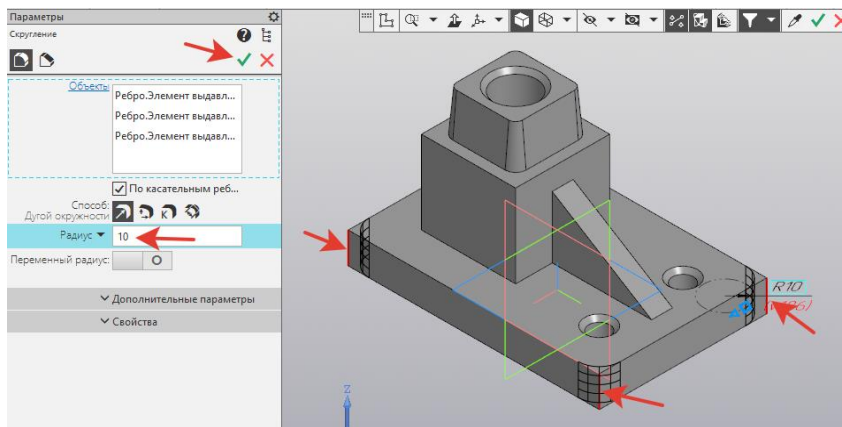

Рисунок 24.
22. На инструментальной панели **Элементы тела** - выбрать  **Скругление**. В параметрах задать **Радиус - 10**. Курсором указать четыре угла основания (рисунок 24).